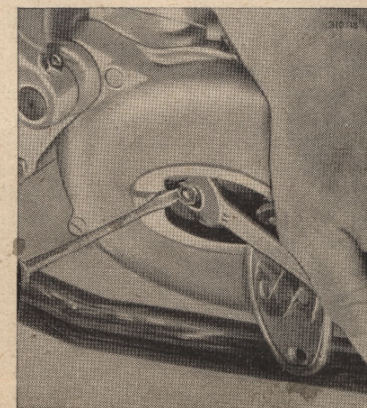

Bild 12
4. Ist es nicht mehr möglich, die Seilzugstellschraube weiter hineinzudrehen, öffnet man den „S“-Deckel an der rechten Seite des Gehäuses. Die innere Kupplungsstellschraube mit Gegenmutter wird jetzt zugänglich. Nach Lösen der Gegenmutter wird die innere Stellschraube so weit herausgedreht, bis das unter 1. geforderte Spiel am Motorkupplungshebel wieder vorhanden ist (Bild 12).